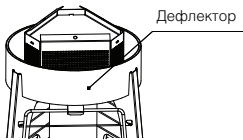

Рис. 6 – Установка дефлектора
- Оденьте сверху на профили дефлектор (Рис. 6);